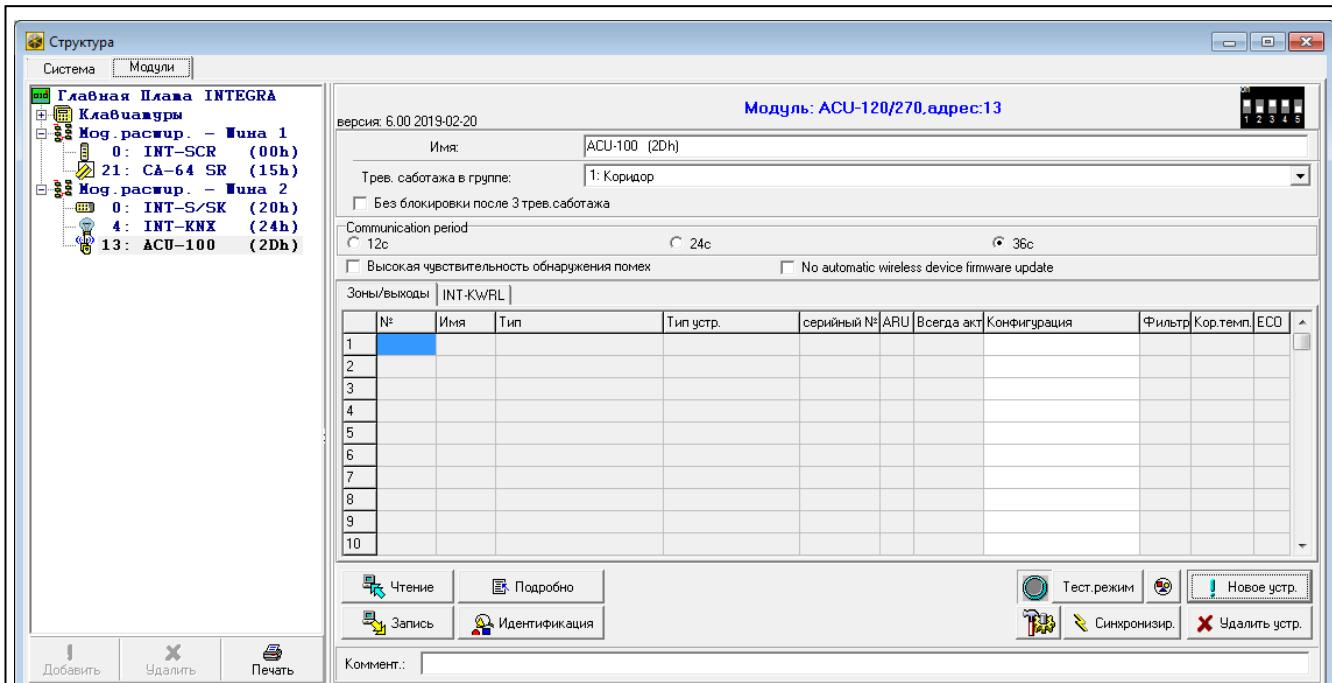

Рис. 20. Программа DLOADX: параметры и опции контроллера, подключенного к прибору INTEGRA / INTEGRA Plus.
- программа DLOADX: окно "Структура" → закладка "Модули" → ветка "Модули расширения" → [название контроллера] (рис. 20).